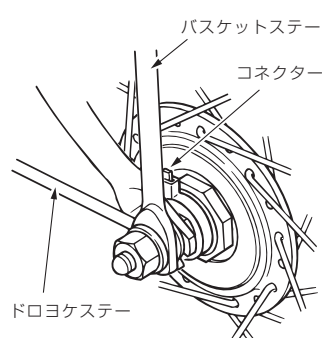

図1
❶ 強 制
- ハブダイナモのコネクターを進行方向の右側に組み付けてください。(図1)
ハブダイナモのコネクターの方向をバスケットステーに沿わせ上向きに組み付けます。(図1, 2)